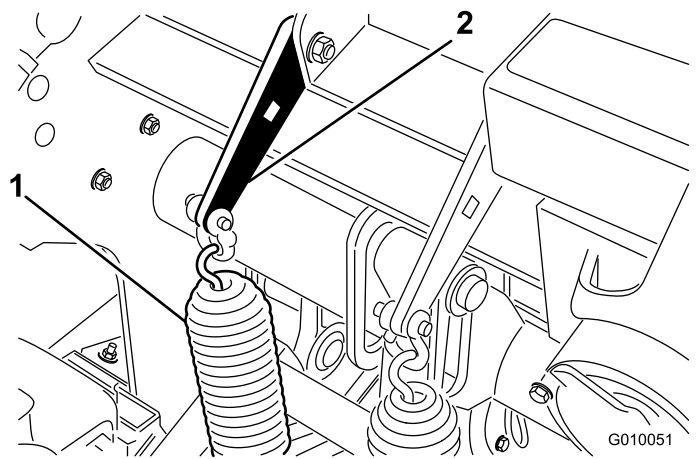

Figura 36
2. Desaperte as porcas do parafuso de carroçaria que fixam os suportes da mola à cabeça de perfuração (Figura 36). Não os retire.